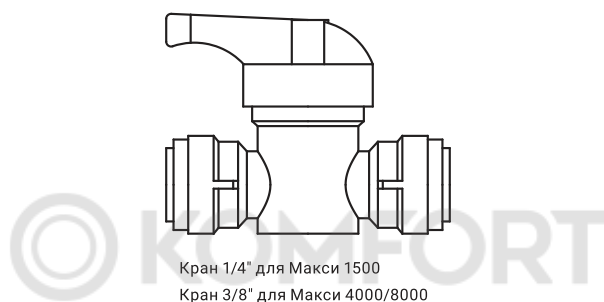

Рис. 12
2. Присоедините свободный конец синей трубки (см. раздел «Присоединение трубок» (стр. 8)) к крану 1/4" (для Макси 1500) или к крану 3/8" (для Макси 4000/8000) (рис. 12). Переходник 1/2" x 1/4" (для Макси 1500) или 1/2" x 3/8" (для Макси 4000/8000) (рис. 13) используется для подключения линии пермеата к водопотребителю (см. раздел «Присоединение трубок» (стр. 8)).